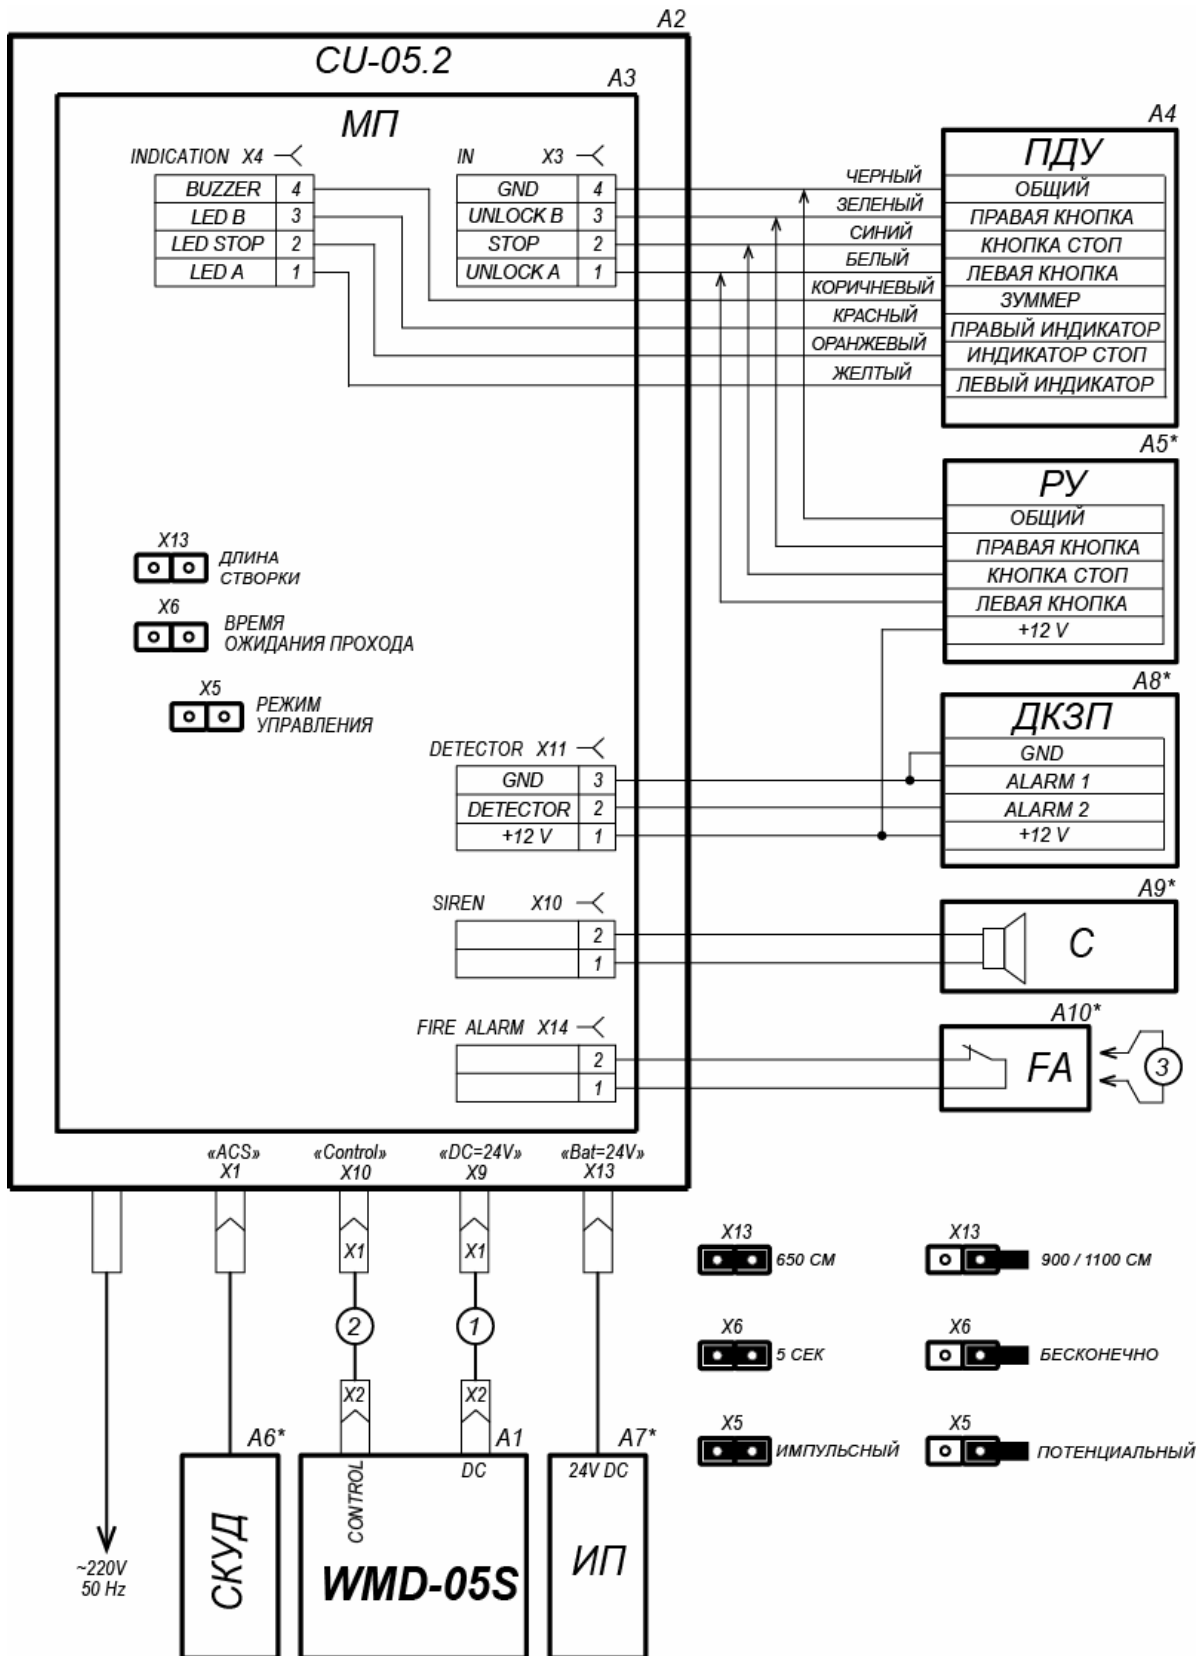

Рисунок 7. Схема подключения калитки1
- кабель питания (11) к разъему **«DC=24V»**;
- кабель ПДУ (12) протяните через предназначенный для него кабельный ввод внутрь блока управления и подключите к клеммным колодкам **X3** и **X4** модуля процессорного в соответствии с рис. 5 и рис. 7.
11. Подключите устройство, подающее сигнал аварийной разблокировки для чего: протяните кабель через кабельный ввод **«ALARM»** внутрь блока управления, снимите перемычку с клеммной колодки **X14** модуля процессорного и подключите кабель в соответствии с рис. 5 и рис. 7.